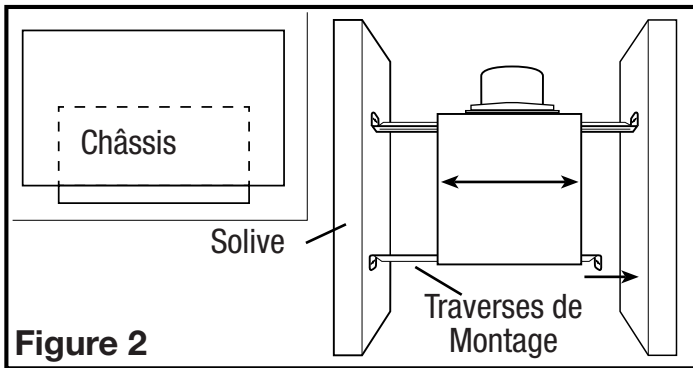
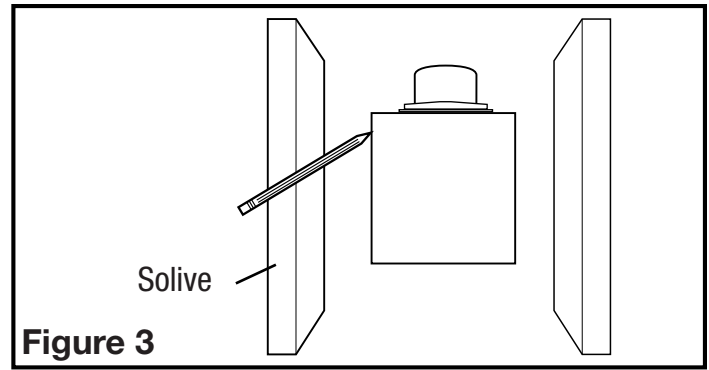

Figure 2
Figure 3
- Installer les traverses sur le châssis et positionner le châssis près de la solive. Aligner le châssis pour qu'il soit à effleurement avec le plafond fini. Fixer les extrémités des traverses avec des clous ou des vis (non-comprises) aux solives et glisser le châssis à sa position finale (**Figure 2**).
- Placer le châssis en position entre les solives et tracer un contour sur le matériau du plafond (**Figure 3**). Mettre le châssis de côté et découper l'ouverture, en prenant soin de ne pas couper ou endommager des câbles électriques dissimulés ou autres utilités. Installer les traverses sur le châssis et positionner le châssis dans le trou percé précédemment afin qu'il soit à effleurement avec le plafond fini. Fixer les extrémités des traverses aux solives (**Figure 2**).